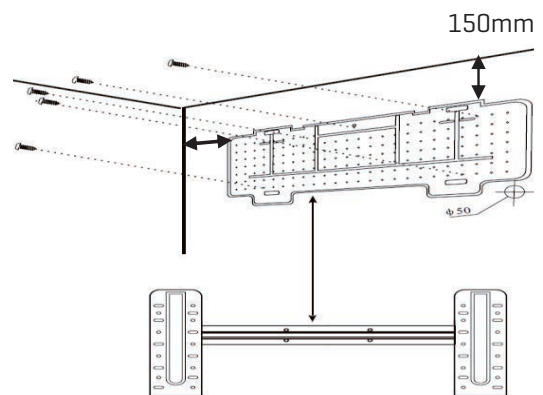

Fig:2
- Die Halterung befestigen (Fig:2).